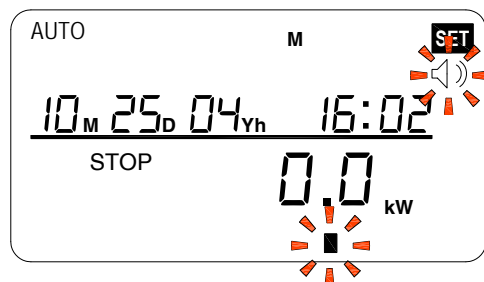

Abbildung 37
1. Halten Sie  für 3 Sekunden gedrückt. **SET** mit blinkendem Warntonindikator und Timerblock erscheinen, siehe Abbildung 37.